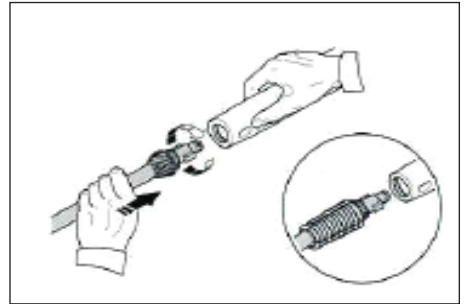

Figure 19 - Branchement de Pistolet/Lance
- Introduire la lance dans le pistolet et tourner au sens des aiguilles d'une montre à l'arrêt positif tel qu'indiqué sur la Figure 19.